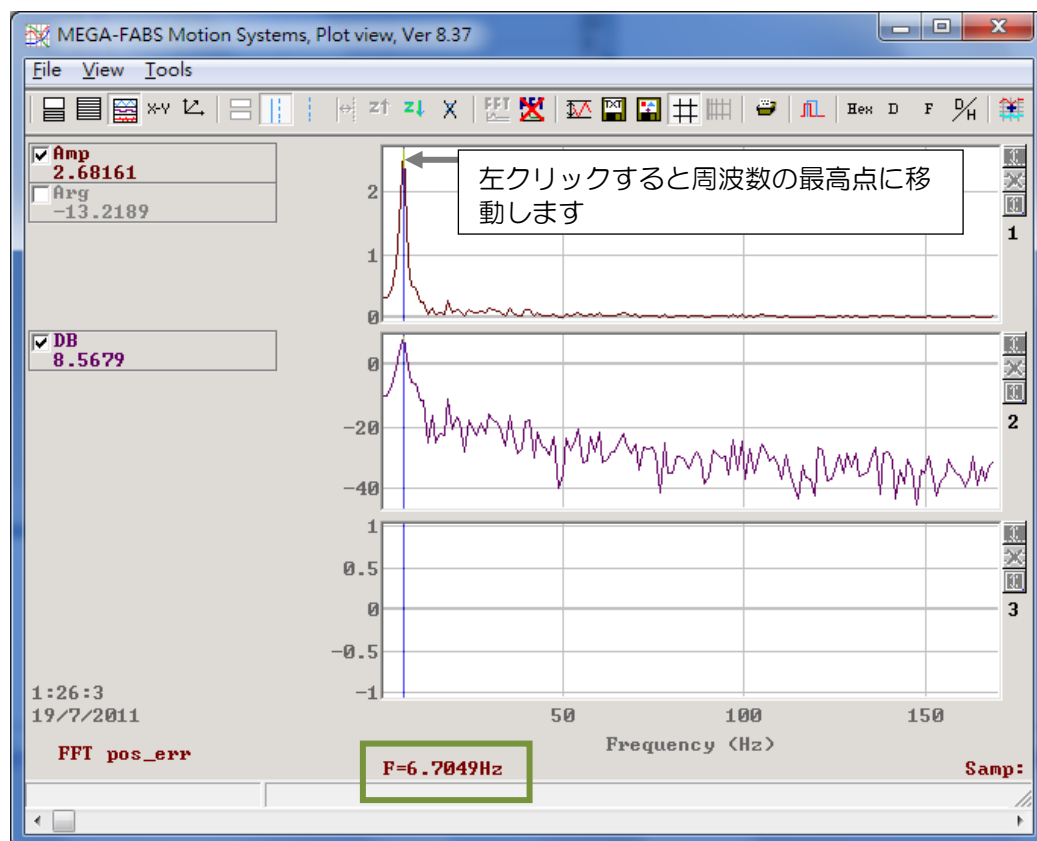

図 10.6.4.4
Step 8: 振動抑制周波数（Pt14A）で低周波振動の周波数（図10.6.4.4では6.7Hz）を設定します。振動抑制補正（Pt14B）を設定します。値が大きいほど効果が大きくなります。最初デフォルト値でテストできます。